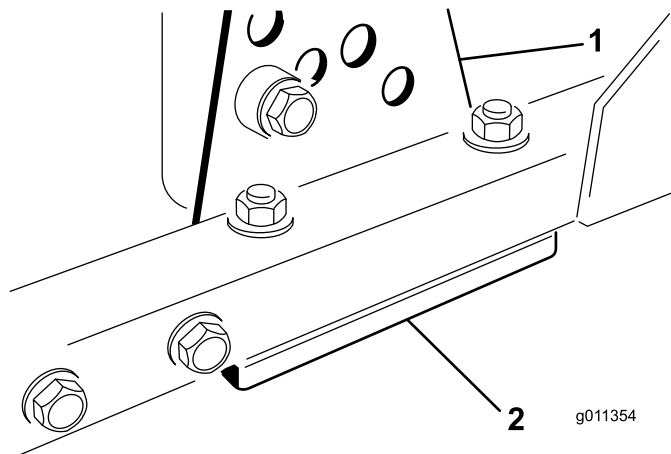

Figura 67
1. Togliete la staffa dell'altezza di taglio (anteriore, sinistra o destra) dal telaio del piatto di taglio (Figura 67).
2. Regolate gli spessori di 1,5 mm e/o 0,7 mm fra il telaio del piatto di taglio e la staffa per ottenere l'impostazione dell'altezza desiderata (Figura 67).